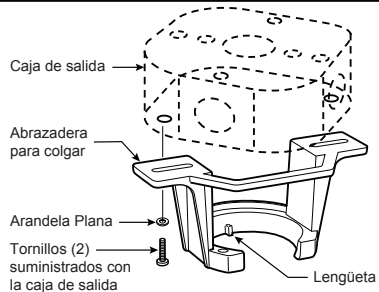

Figura 3
Uso del soporte (Figura 3)
3. Retire el clip de horquilla y pasador de horquilla de la parte inferior de la bola para colgar. Retener el pasador y clip para la reinstalación en el paso 5. (Figura 3)
1. Fije bien la abrazadera para colgar a la caja de salida (no se incluye) con los tornillos y las arandelas provistas con la caja de salida. (Figura 3)
- 2. Deslice el receptor en el soporte de suspensión antes de realizar el cableado como se muestra en la figura 3.
3. Retire la cubierta de la batería del control remoto con un destornillador y conserve el tornillo para luego. (Figura 3)